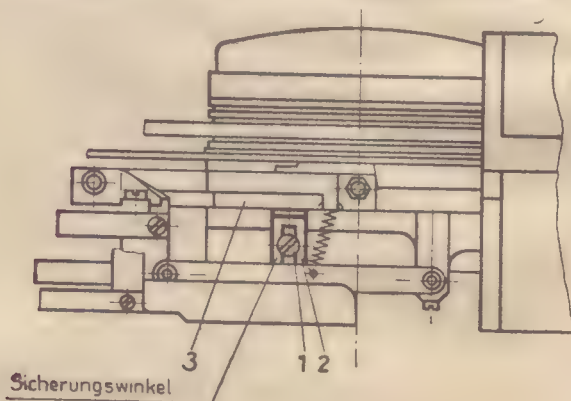

Bild 10
1. Vor Inbetriebnahme den Einschub, wie im Abschnitt III. »Beschreibung des Gerätes« beschrieben, aus dem Gehäuse herausziehen. Schraube (1) (Bild 10) lösen. Sicherungswinkel (2) bis Schlitze nach unten stellen und Schraube (1) festziehen. Der Bügel (3) darf in der tiefsten Stellung nicht an dem Sicherungswinkel anliegen.
Sicherungswinkel (2) (Bild 10) nach Lösen der Schraube (1) gegen den Bügel (3) legen. Schraube (1) festziehen.